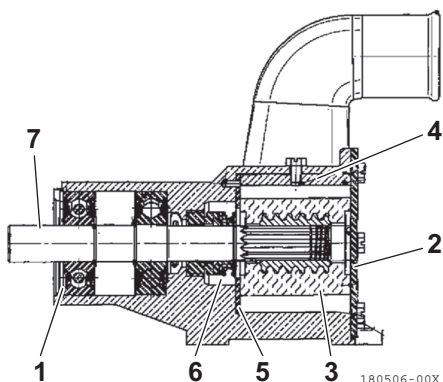

Figure 18
3. Retirez le circlip (**Figure 18, (1)**).
4. Retirez le couvercle d'extrémité (**Figure 18, (2)**), puis retirez la roue (**Figure 18, (3)**), la came (**Figure 18, (4)**), la plaque d'usure (**Figure 18, (5)**) et le joint (**Figure 18, (6)**).
5. Poussez le kit d'arbre (**Figure 18, (7)**) depuis le côté du couvercle d'extrémité pour le retirer.
10. Installez la roue (**Figure 18, (3)**), la came (**Figure 18, (4)**), la plaque d'usure (**Figure 18, (5)**) et le joint (**Figure 18, (6)**) du côté où le couvercle d'extrémité était installé.
11. Installez le couvercle d'extrémité (**Figure 18, (2)**).